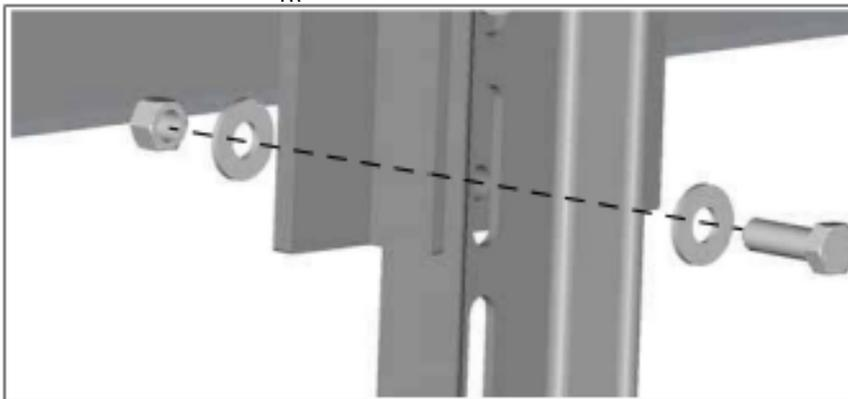

Fig. 10: Fijación del marco de instalación
11. Fije el marco de instalación con tornillos (Fig. 10).